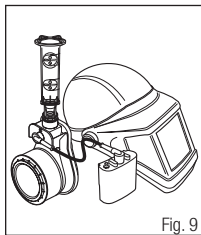

Fig. 9
- a. Adaptador L-181 - insira no conector de vinil (Fig. 9) e segure verticalmente.